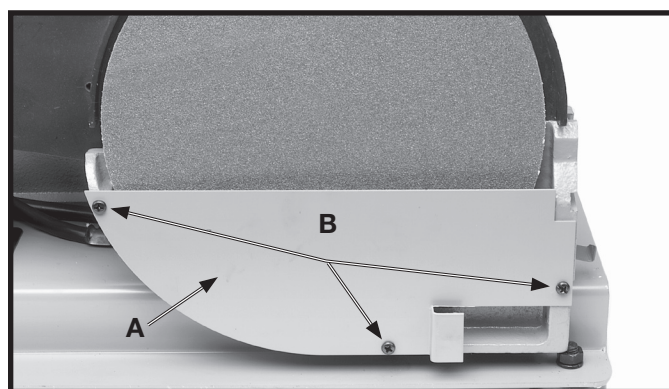

Fig. 11
2. Ensamble el protector inferior del disco de lijado (A) a la base del disco utilizando los tres tornillos y arandelas (B), como lo ilustra la Fig. 11.